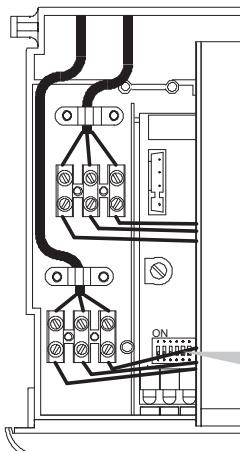

рисунок 9.14
- После завершения внесения в память данных отключите подачу электрического питания к котлу и поставьте «впаиваемый в печатную плату пакет миниатюрных переключателей» в положение ВЫКЛ (рисунок 9.14).